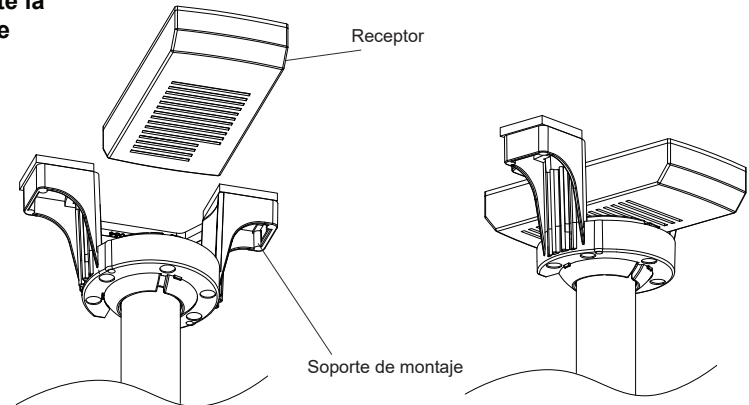

Fig. 11
**Paso 11.** Levanta el conjunto del motor del ventilador hasta su ubicación y coloca la esfera en el soporte de montaje en el techo. Gira todo el conjunto hasta que la “pestaña de verificación” haya caído en la “ranura de registro” y se asiente firmemente. (Fig. 11)
**Paso 1.** Inserte el receptor en el soporte de montaje con el lado de ventilación hacia abajo. (Fig. 11 )